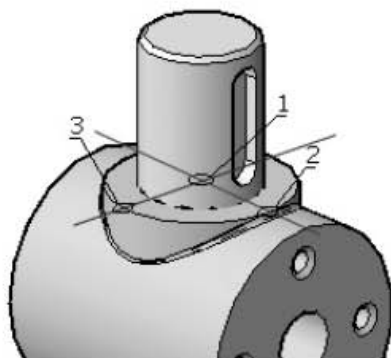

Рис. 12.61. Выбор точек позиционирования ручки на пробке
9. Укажите первую точку с привязкой **Центр (Center)** — центр верхнего основания цилиндрической части корпуса (рис. 12.61):